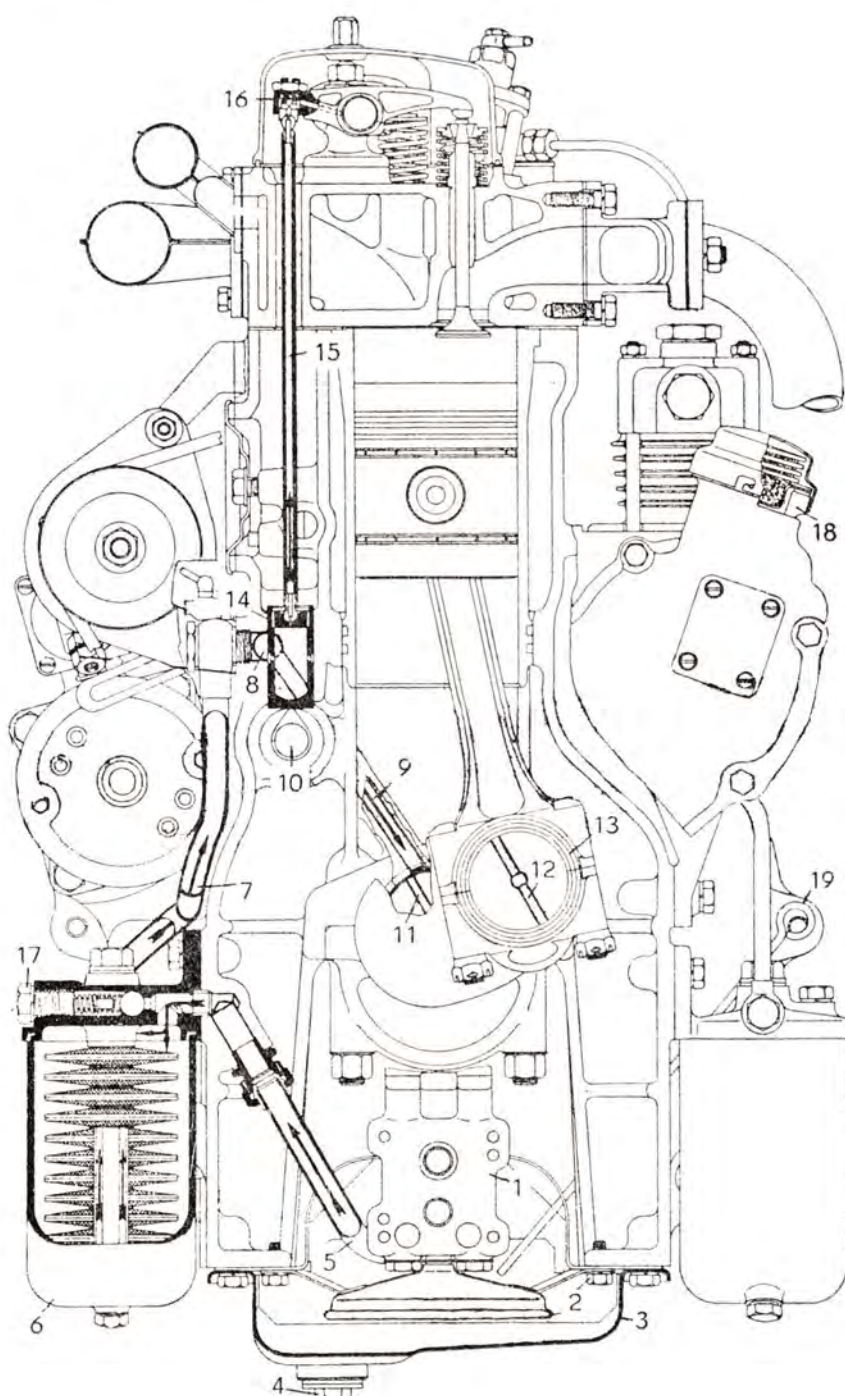
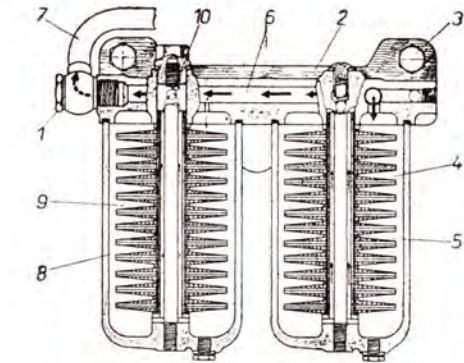
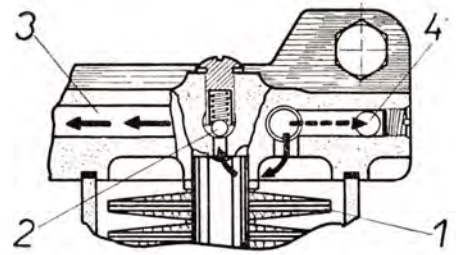

Abb. 11
Abb. 12
Abb. 14
Die Schmieranlage (Abb. 11) ist ein Druck-Umlaufsystem mit nassem Gehäuse. Die Zahnrad-Ölpumpe (1) saugt Öl über den Saugkorb (2) aus dem unteren Deckel (3) an, aus dem das Öl mittels eines Stopfens (4) abgelenkt wird. Das Öl wird durch die Rohrleitung (5) durch den ersten Ölfilter (6) gepresst, von hier über eine Rohrleitung (7) in den Hauptölkanal (8) und durch Schmierkanäle (9) zu den Zapfen der Nockenwelle (10) und in die Hauptlager der Kurbelwelle (11) geleitet. Durch gebohrte
1. Die Hohlsschraube 13 (Abb. 12/1) ist aus dem Filterkörper (Abb. 12/2) auszuschrauben.
2. Drei Schrauben M 10×22 (Abb. 12/3) sind auszuschrauben und der ganze Zweistufen-Ölfiler samt Glasgefäßen ist abzunehmen.
Das Drucköl, das von der Pumpe durch ein Rohr geleitet wird, strömt durch den Kanal (Abb. 11/5) über die Filtereinlagen (Abb. 12/4), auf denen sich die Unreinheiten ansetzen. Durch das Entnahmerohr (Abb. 12/5) wird das Öl in den Längs-Hauptkanal (Abb. 12/6) im Filterkörper und über die Hohlsschraube (Abb. 12/1) in das Abflussrohr (Abb. 12/7) geführt. Ein Teil des Oles strömt durch die Öffnung von 1 mm \varnothing in den Feinfilter (Abb. 12/8) und weiter über das Ableitungsrohr (Abb. 12/9) und die Öffnung (Abb. 12/10) in den Kurbelkasten zurück. Erhöht sich der Widerstand der Filtereinlage auf einen Druck von 0,6 atü (verstopfte Einlage — Abb. 14/1), hebt sich die Kugel des Sicherheitsventiles (Abb. 14/2) und das Öl strömt über dieses Ventil direkt in den Längskanal im Filterkörper (Abb. 14/3).
Entsteht ein höherer Druck als jener, auf den das Reduktionsventil (Abb. 11/17) eingestellt ist, verschiebt sich die Kugel und gibt die Öffnung frei, durch die das Öl dann in den Kurbelkasten (Abb. 14/4) zurückfließt. Dadurch vermindert sich der Druck und die mittels einer Feder angepresste Kugel schließt die Öffnung.